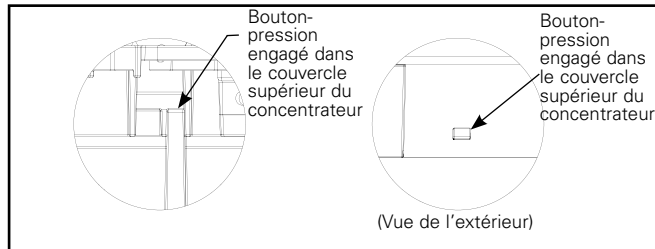

Figure 11.2.
- B. Les boutons-pression (4 endroits) doivent s'engager complètement dans le couvercle supérieur du concentrateur (figure 11.2).